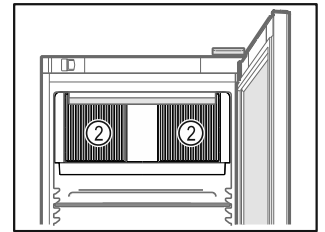

Fig. 64
- Lüftungsslitze Fig. 64 (2) des Umluftgebläses im Innenraum freihalten.